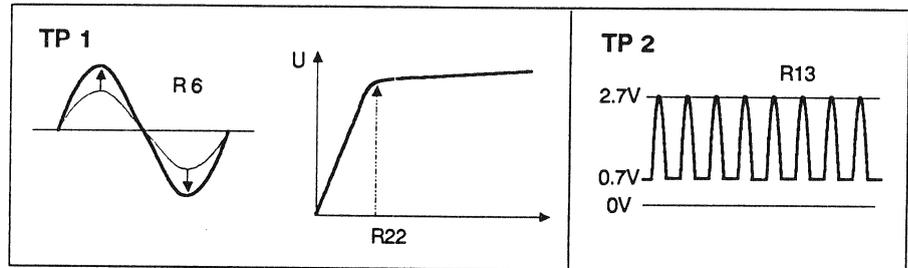

Fig. 8 Oszillographenbilder für TP 1 und TP 2
- Das Sinussignal an TP1 mit R6 auf **maximale Amplitude** einstellen. (Fig. 8)
- R22 auf Linksanschlag bringen. Wird der Trimmer nach rechts gedreht, steigt die Signalamplitude zuerst steil an, nimmt ab einer gewissen Spannung aber nur noch wenig zu. Der Trimmer soll auf diesen Umschlagpunkt eingestellt werden. (Fig. 8)
- Oszilloskop an TP2 anschliessen. Mit R13 die Empfindlichkeit der Lichtschranke so verändern, bis das KO-Bild der Abbildung TP2 in Fig. 8 entspricht.